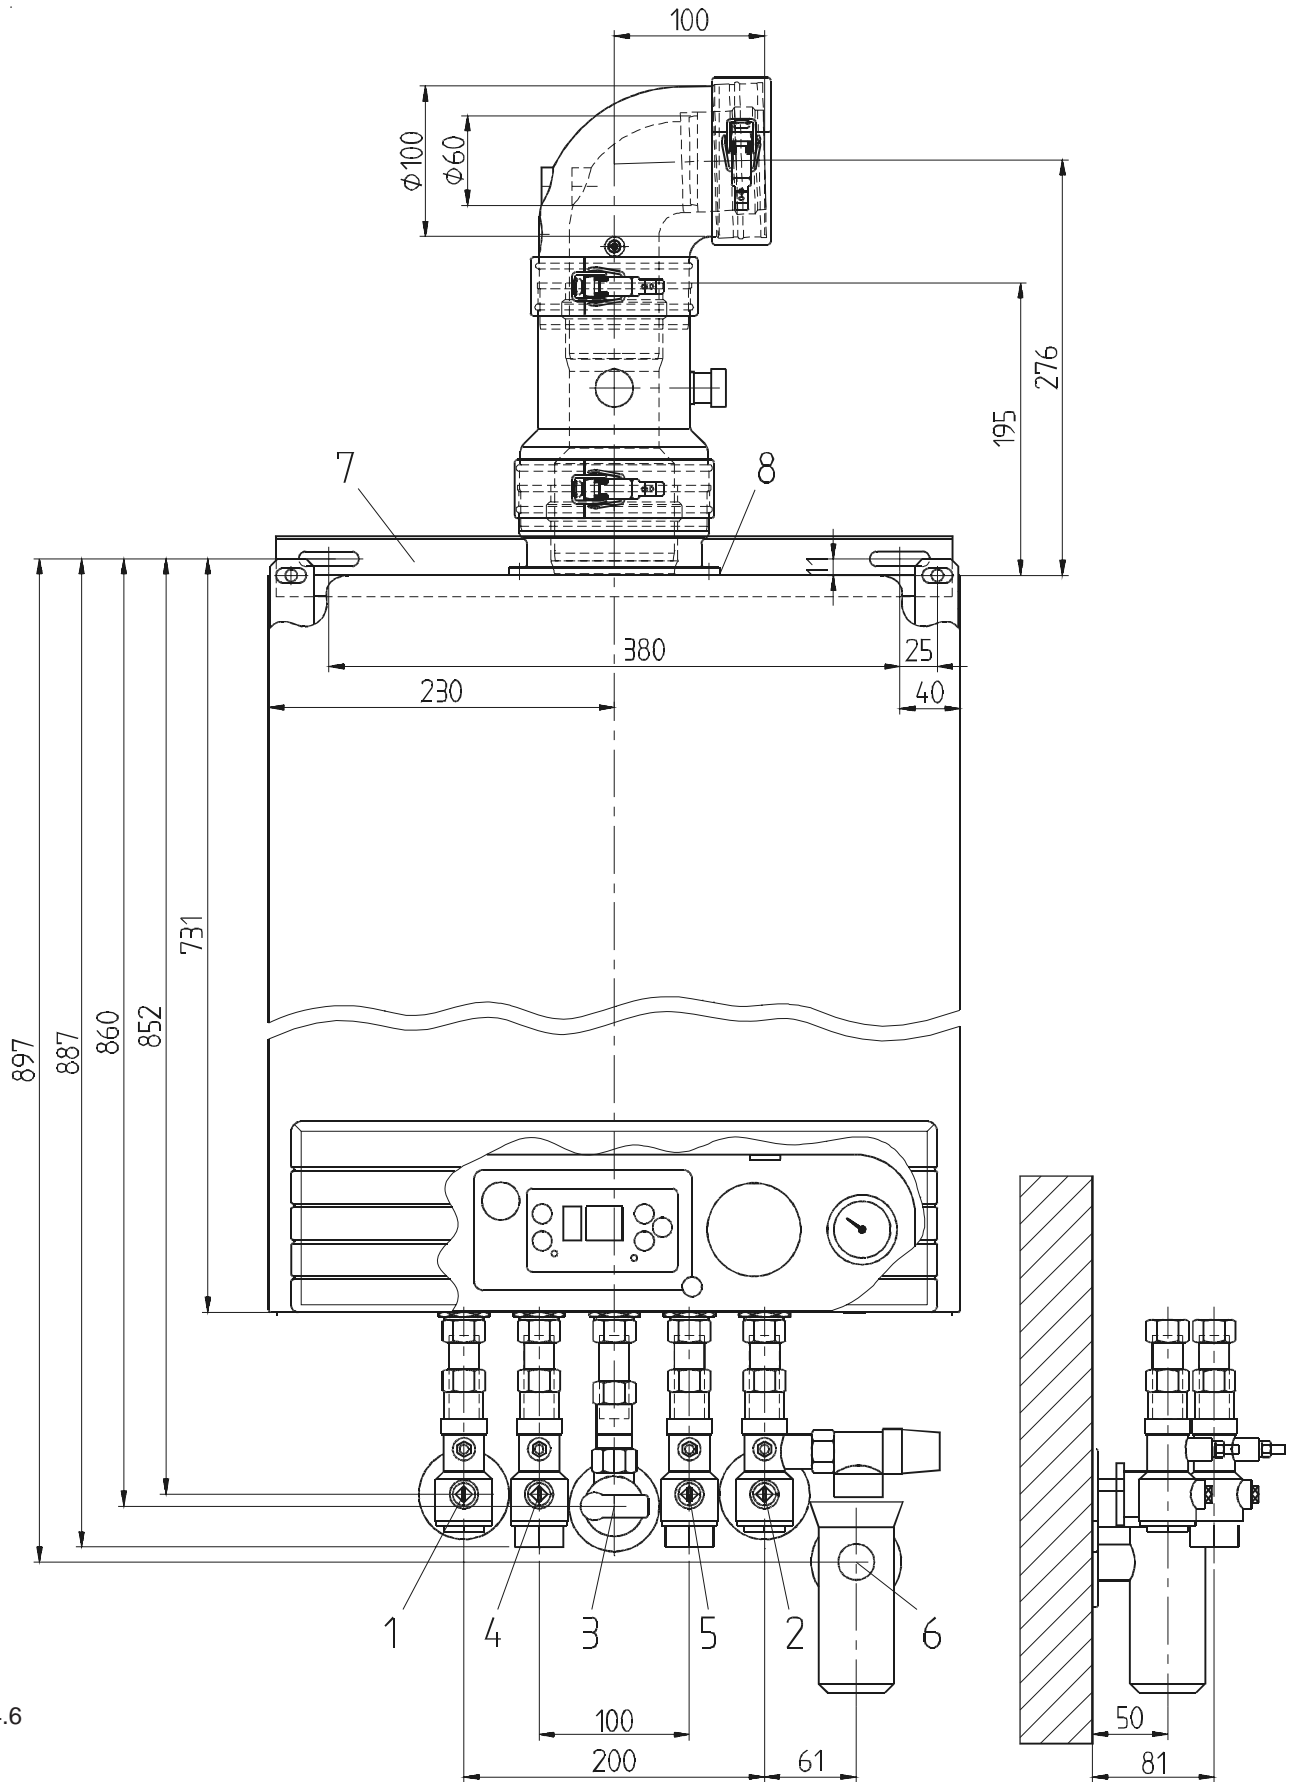

Abb. 4.6
- Bei der Installation der Rohrleitungen und des Rapido-Anschlußzubehöres beachten Sie die Maße in Abb. 4.5 bzw. Abb. 4.6.
- Montieren Sie die Montagेशchiene entsprechend der Maße in Abb. 4.5 bzw. Abb. 4.6 an die Wand.